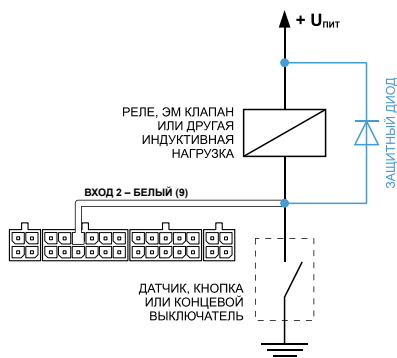

Рис.19. Схема подключения защитного диода
- 1. Защитный диод (Рис.19)** – устанавливается параллельно индуктивной нагрузке. При этом ток защитного диода ($I_{\text{диода, прямой}}$) должен быть не менее $1.5 \cdot I_{\text{удержания катушки}}$. Если ток удержания катушки неизвестен или есть сомнения, следует использовать схему включения с защитным реле.